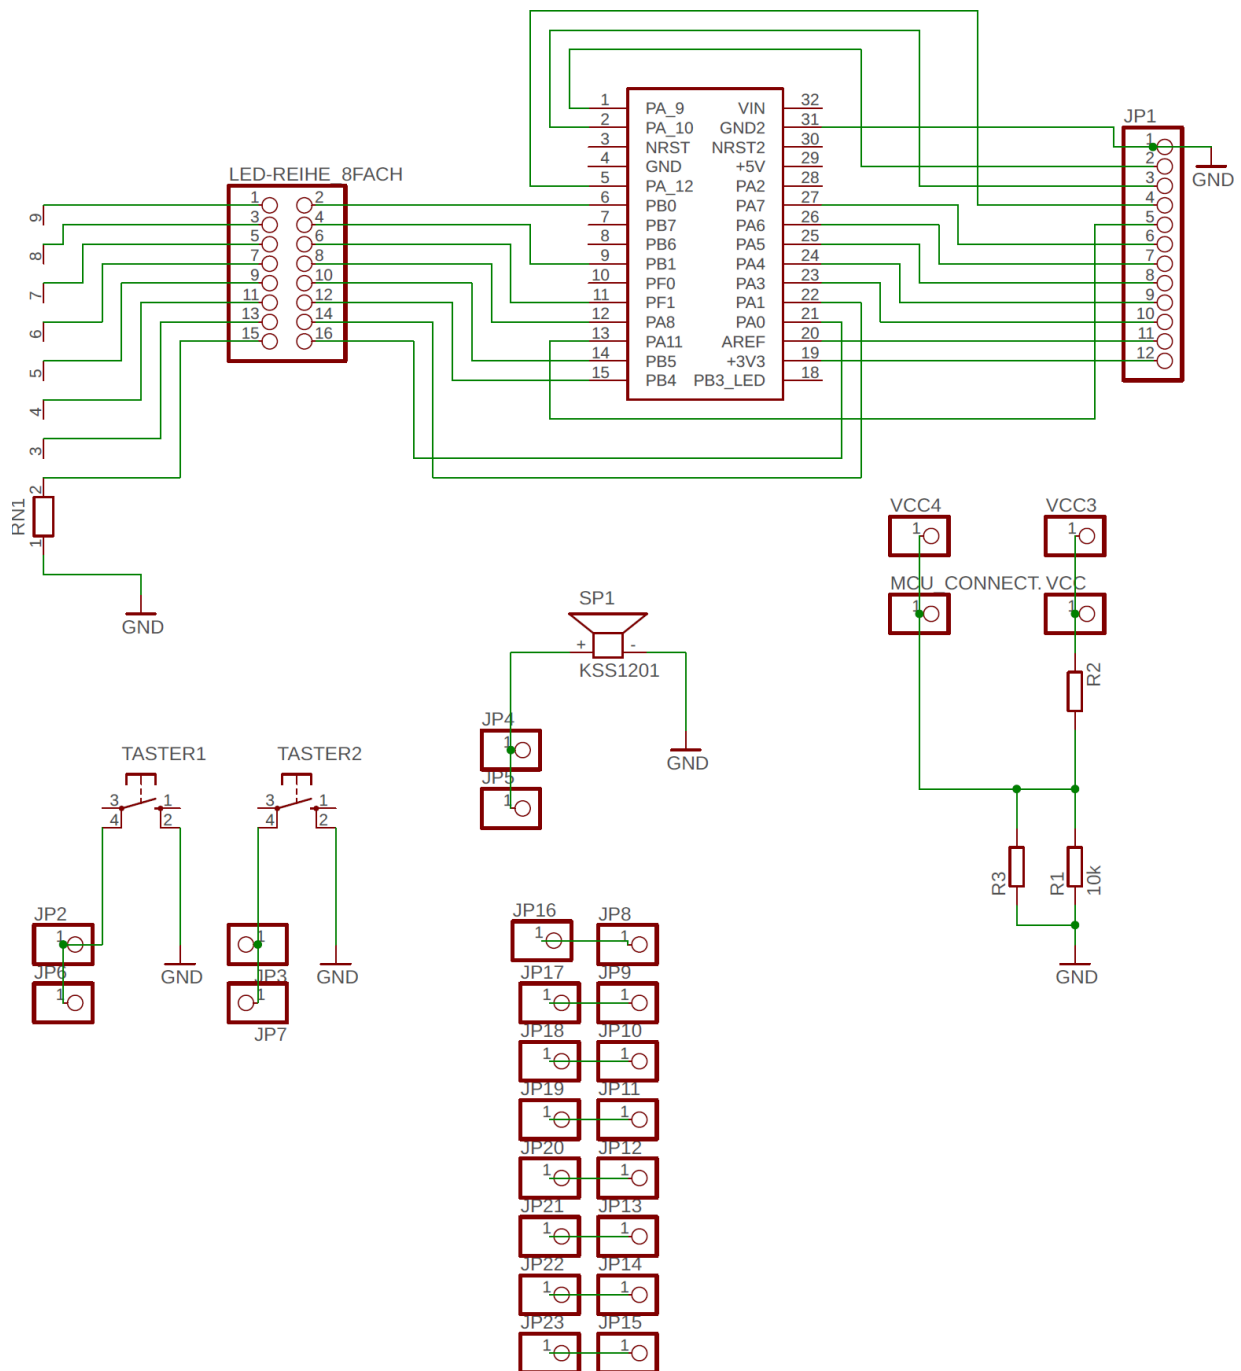

Abbildung 1: Grundboard-Schaltplan
Ebenso ist die Pinout-Belegung (siehe Tabelle 1 auf Seite 11) und für die Verbindungen zur LED-Leiste der Grundboard-Schaltplan von Interesse (siehe Abbildung 1 auf Seite 5).
- v. Identifiziere via Abbildung 1 die Pins des Nucleo-Boards, die mit den LEDs des Grundboards verbunden sind. Wir müssen später diese Pins als Ausgabe konfigurieren.